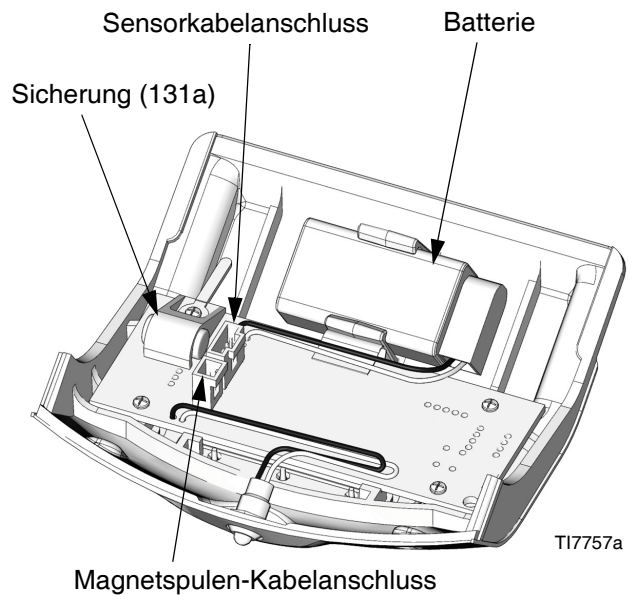

ABB. 5. Einbauort von Batterie und Sicherung im DataTrak-Modul
- Ziehen Sie die Kabel der Trockenlauf-Magnetspule und des Sensors von der Modulplatine ab. Siehe ABB. 5.
- Bringen Sie das DataTrak-Modul (131) außerhalb des Gefahrenbereichs.